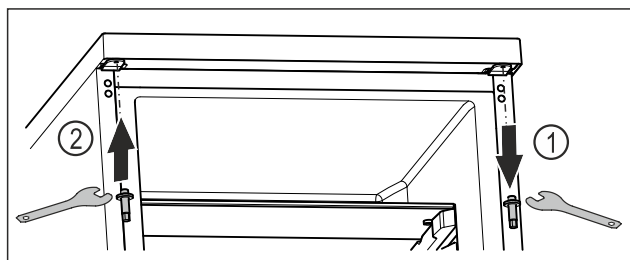

Fig. 22
- ▶ Extrageți prin rotire bolțul superior cu cheia cu hexagon exterior. Fig. 22 (1)
- ▶ Înșurubați ferm bolțul pe partea opusă cu cheia cu hexagon exterior. Fig. 22 (2)